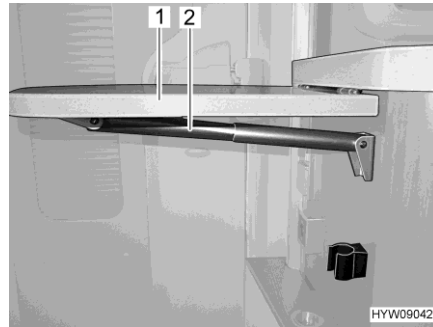

Fig. 65 Tavolo ribaltabile su bancone
- Afferrare in basso il tavolo ribaltabile su bancone (Fig. 65,1) e tirandolo leggermente estrarlo dall'incastro.
- Orientare il piano del tavolo verso l'alto, fino all'aggancio dell'elemento di fissaggio del supporto telescopico (Fig. 65,2). Rilasciare il piano del tavolo.